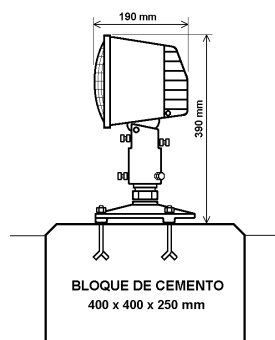

FIG 1
- A nivel del suelo en manguito de rotura y plato base (Fig. 1).